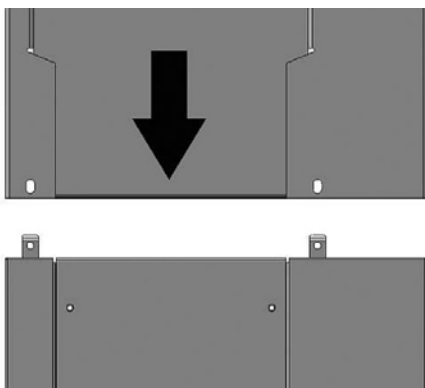

Abb. 11: Montieren der Abricht- und Dickenhobelmaschine
Schritt 8: Die Abricht- und Dickenhobelmaschine mit Hilfe einer zweiten Person auf das Maschinenuntergestell (Abb.11) heben.